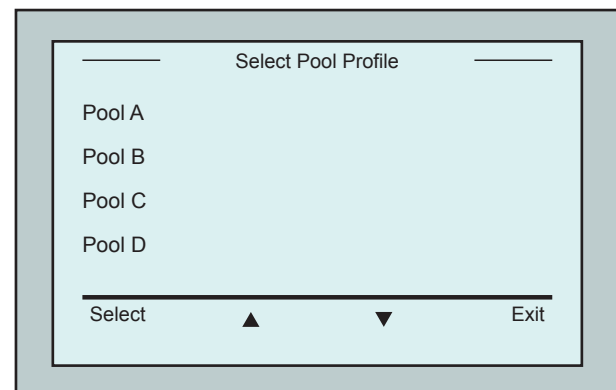

Abbildung 5: Schwimmbadprofil-Bildschirm
2. Drücken Sie auf Schwimmbad A, um den Bildschirm *Schwimmbadprofil* zu öffnen. Der *Schwimmbadprofil*-Bildschirm wird angezeigt (Abbildung 5).